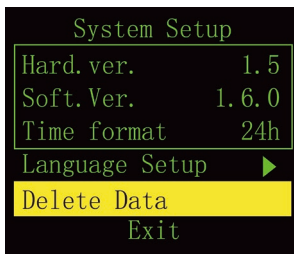

Figure 5.3 Menu du système
1) Le menu du système est illustré à la Figure 5.3 :